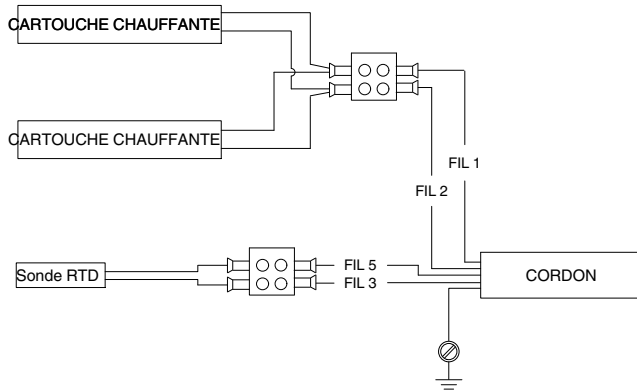

Figure 10 Réparations types de la cartouche chauffante et de la sonde RTD
1. Voir la figure 10. Retirer les vis (1) qui fixent le cache (2) au coffret de l'élément chauffant (4).
2. Retirer les vis (9) qui fixent le cache-câbles (10) au corps (5).
3. Desserrer la vis (3) correspondante du connecteur (13) et retirer les fils (6).
4. Retirer la cartouche chauffante (7) du corps (5).
4. Retirer la sonde RTD (8) du corps (5).
5. Dénuder les fils (6) de la sonde RTD (8) neuve. Sertir des cosses neuves (12) sur les fils.
6. Appliquer de la pâte thermique (11) sur la sonde RTD (8). Insérer la sonde RTD dans le corps (5).
7. Insérer les fils (6) dans le connecteur (13) correspondant et serrer les vis (3).
8. Poser le cache-câbles (10) sur le corps (5). Faire passer les fils à travers la fente comme illustré. Fixer le cache-câbles au corps à l'aide des vis (9). Serrer fermement les vis.
9. Fixer le cache (2) sur le coffret de l'élément chauffant (4) à l'aide des vis (1). Serrer fermement les vis.